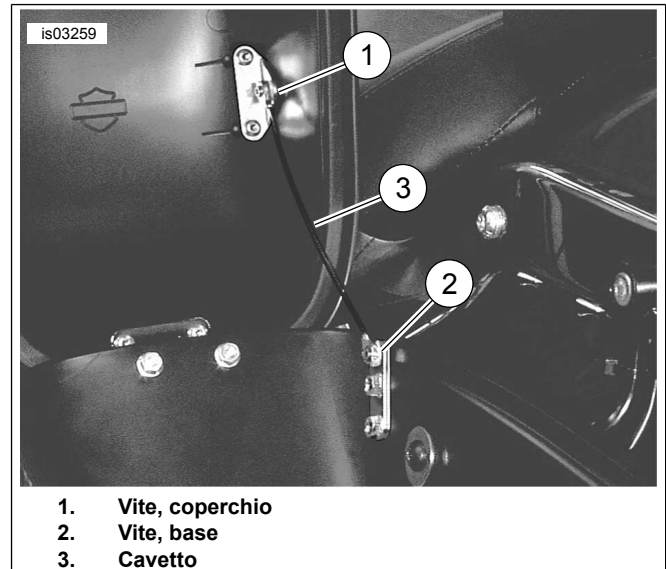
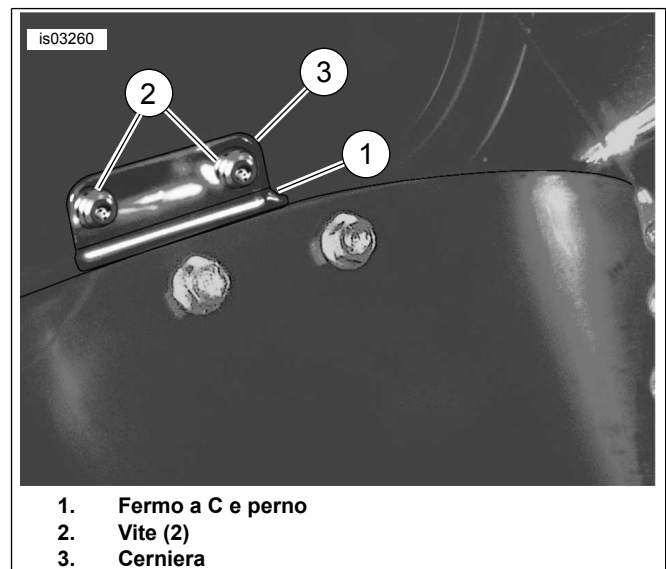
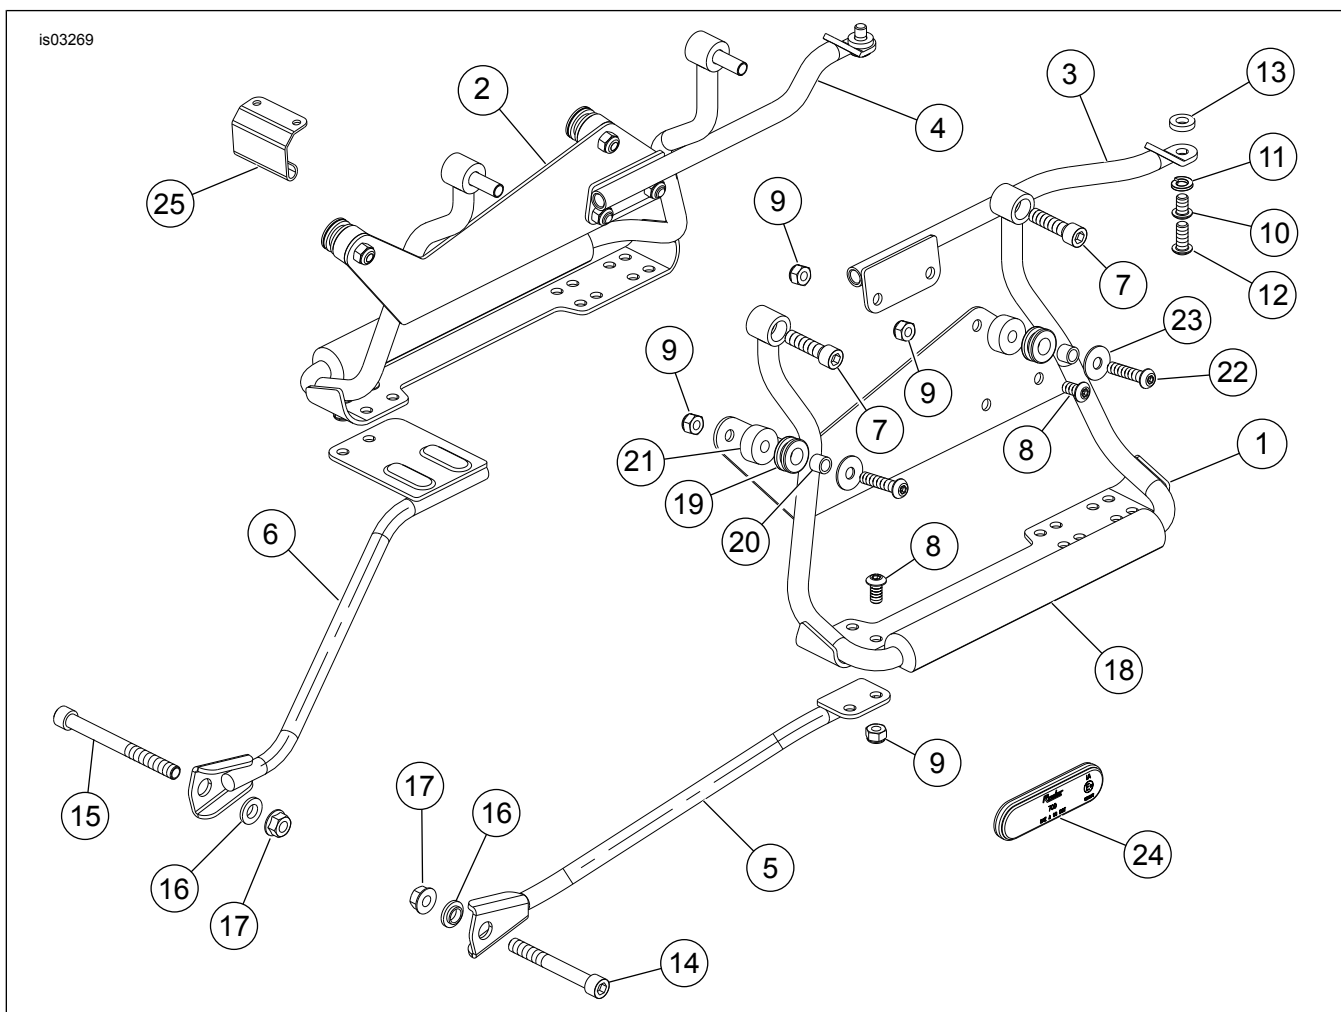

Figura 16. Distacco del cavetto
Figura 17. Rimozione della cerniera
Figura 18. Parti di ricambio: kit staffa della borsa portapacchi (90715-07) e kit bulloneria (88208-07)
2. Vedere Figura 18. Inserire il bullone (14) attraverso il sostegno della pedalina poggia piedi e il telaio. Le filettature dovrebbero risultare esposte all'incirca di 12 mm (1/2 in) sul lato interno del telaio.
3. Montare la staffa di sostegno anteriore (5) sul bullone (14).
4. Installare la rondella con spallamento (16) verso la staffa, quindi montare il dado (17) sul bullone e serrare a mano.
2. Vedere Figura 18. Inserire il bullone (15) attraverso il sostegno della pedalina poggia piedi (1) e il sostegno della marmitta. Le filettature dovrebbero risultare esposte all'incirca di 1/2 pollice sul lato interno del telaio.
3. Montare la staffa di sostegno anteriore (6) sul bullone (15).
1. Vedere Figura 18. Installare due viti (8) attraverso gli ancoraggi di sostegno della borsa portapacchi (1, 2) e nelle staffe di sostegno anteriori (5, 6). Fissare con i dadi (9). Serrare i dadi ad una coppia di 13,1 N·m (10 ft·lb).
4. Vedere Figura 18. Inserire la vite (22) e la rondella (23) dal fianco della borsa portapacchi attraverso il distanziale (21). Quindi montare il dado (9) e serrarlo a mano.
1. Vedere Figura 16. Togliere le viti (1, 2) che fissano il cavetto al coperchio e alla base della borsa portapacchi.
2. Staccare il cavetto (3) dalla borsa portapacchi.
3. Vedere Figura 17. Togliere dalla cerniera e conservare il fermo a C e il perno (1). Staccare il coperchio dalla borsa portapacchi.
4. Estrarre e conservare le due viti (2) che fissano la cerniera al coperchio della borsa portapacchi.
5. Far scorrere fuori la cerniera (3) da sotto la guarnizione di tenuta di gomma.
6. Vedere Figura 18. Fare scorrere la cerniera (25) sotto la guarnizione di tenuta di gomma e fissarla parzialmente al coperchio della borsa portapacchi con le viti (Figura 17, elemento 2) estratte in precedenza. Serrare le viti a fondo.
7. Vedere Figura 17. Inserire il perno nella cerniera e fissarlo con il fermo a C.